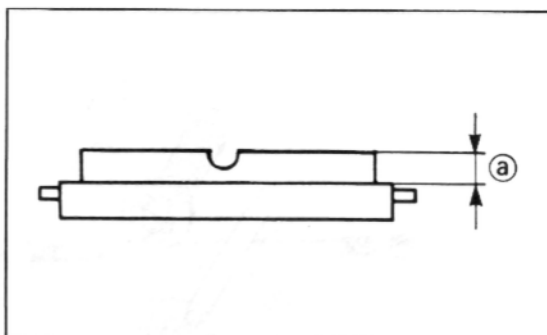

Bild 245
-  Bremsklötze austauschen, wenn Verschleiss-Anzeigenut erreicht ist. Siehe Kapitel Wartung, Seite 24 und Bild 245.